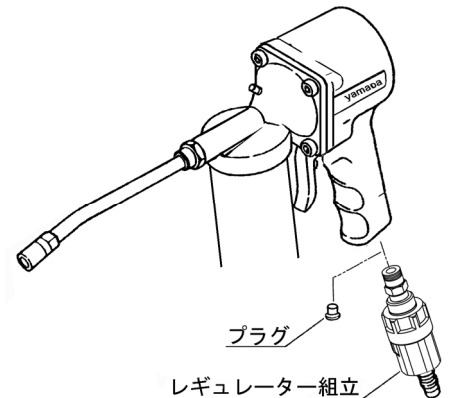

Fig.2
- 2) 本体エア供給口部 (Rc1/4 ネジ) のゴミよけプラグを取外し、レギュレーター組立をねじ込んでください。(Fig.2)